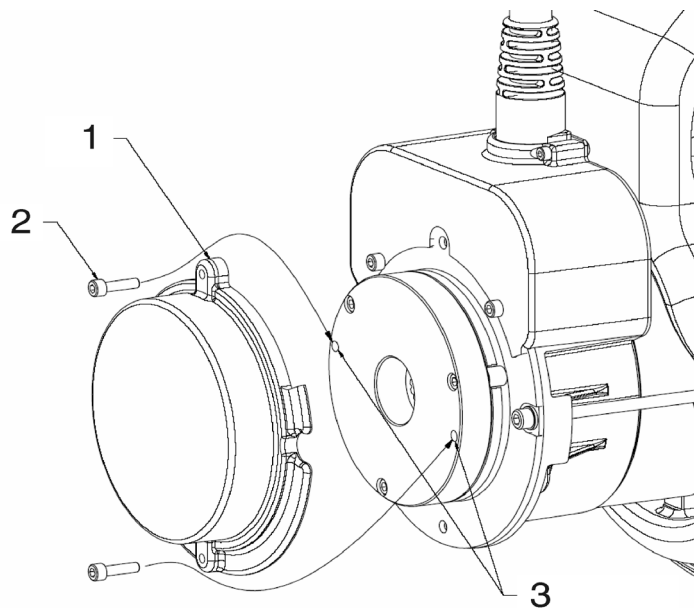

Figure 3-12. Desserrage manuel
3. Retirer les deux **boulons de couvercle (2)** et la **garniture de frein (1)**.
4. Enfoncer les **boulons de couvercle (2)** dans les deux **trous de desserrage (3)** du logement de frein, voir l'élément 3 de la Figure 3-12., Desserrage manuel.
5. Serrer les **boulons de couvercle (2)** pour desserrer le frein de ce moteur d'entraînement.
7. Une fois le remorquage terminé, caler les roues et **enlever les boulons de couvercle (2)** des **trous de desserrage (3)**.
8. Remettre la **garniture de frein (1)** en place.